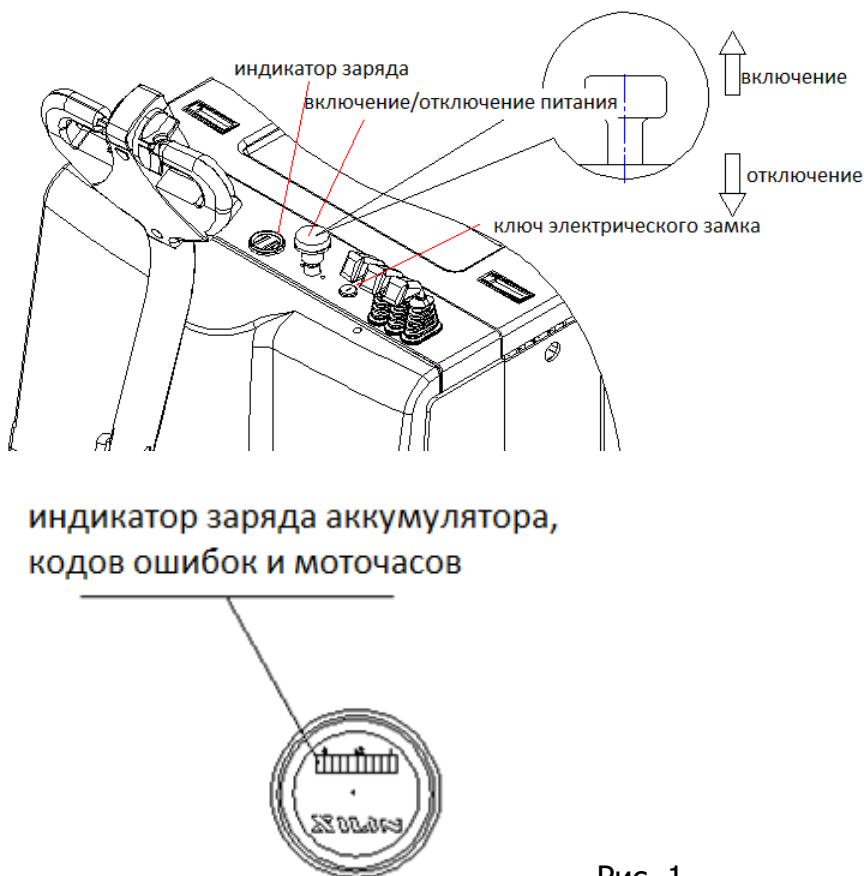

Рис. 1
4.1.2 Проверьте, есть ли в батареях электролит и заряд, с помощью метода, показанного на рис. 1. Вытяните общий выключатель питания, чтобы включить общий источник питания, разблокируйте электрический замок на ручке и проверьте заряд с помощью индикатора на приборной панели. Если заряд батареи менее 30%, то необходимо зарядить аккумулятор полностью. Запрещается эксплуатировать штабелер с разряженной батареей, так как это значительно сократит срок службы аккумуляторов и даже повредит их.
Как показано на рис.1, вытащите общий выключатель питания, разблокируйте электрический замок и переместите штабелер к паллетам с грузом (конец вил должен находиться в 30 см от товара). Нажмите кнопку подъема-опускания, чтобы отрегулировать высоту вилок в нужное положение; поверните рукоятку движения, вперед-назад вил, чтобы медленно и как можно глубже вставить вилы в поддон с товаром. Нажмите кнопку подъема-опускания, чтобы поднять вилы, пока они не окажутся на высоте 20-30 см от земли. Нажмите кнопку движения вилок вперед-назад, чтобы вернуть вилы в исходное состояние. Подведите штабелер к полке с товарами и медленно остановитесь, пока конец вилок (или передний край товара) не окажется на расстоянии 20 см от полки с товарами. Нажимайте кнопку подъема-опускания, пока вилы не поднимутся на нужную высоту полки (нижняя часть поддона примерно на 10 см выше полки). Медленно переместите товары в правильное положение полки и нажмите кнопку движения вилок вперед, чтобы медленно переместить вилы вперед в нужное положение. Нажмите кнопку опускания, чтобы аккуратно положить товар на полку. Задвиньте вилы обратно в сторону штабелера и опустите их в самый низ, чтобы безопасно начать движение в сторону от стеллажа с товарами.
Как показано на рис. 1, вытащите общий выключатель электропитания, разблокируйте электрический замок, подъезжайте к полке с товарами (конец вил находится в 30 см от полки с товарами). Нажмите кнопку подъема-опускания, чтобы отрегулировать высоту вилок в нужное положение. Нажмите кнопку движения вилок вперед, чтобы медленно и как можно глубже вставить вилы в поддон с товаром. Нажмите кнопку подъема вилок, чтобы поднять товар (нижняя часть поддона должна находиться на расстоянии 10 см от товарной полки). Нажмите кнопку движения вилок назад, чтобы медленно перемещать товары с полки. Нажмите кнопку опускания вилок, чтобы опустить вилы, пока они не окажутся на высоте 20-30 см от земли. Отведите штабелер от полки для товаров, пока он не займет желаемое положение, а затем медленно остановите его. Вы можете переместить груз на желаемое расстояние, опустить вилы вниз и оставить груз на полу.